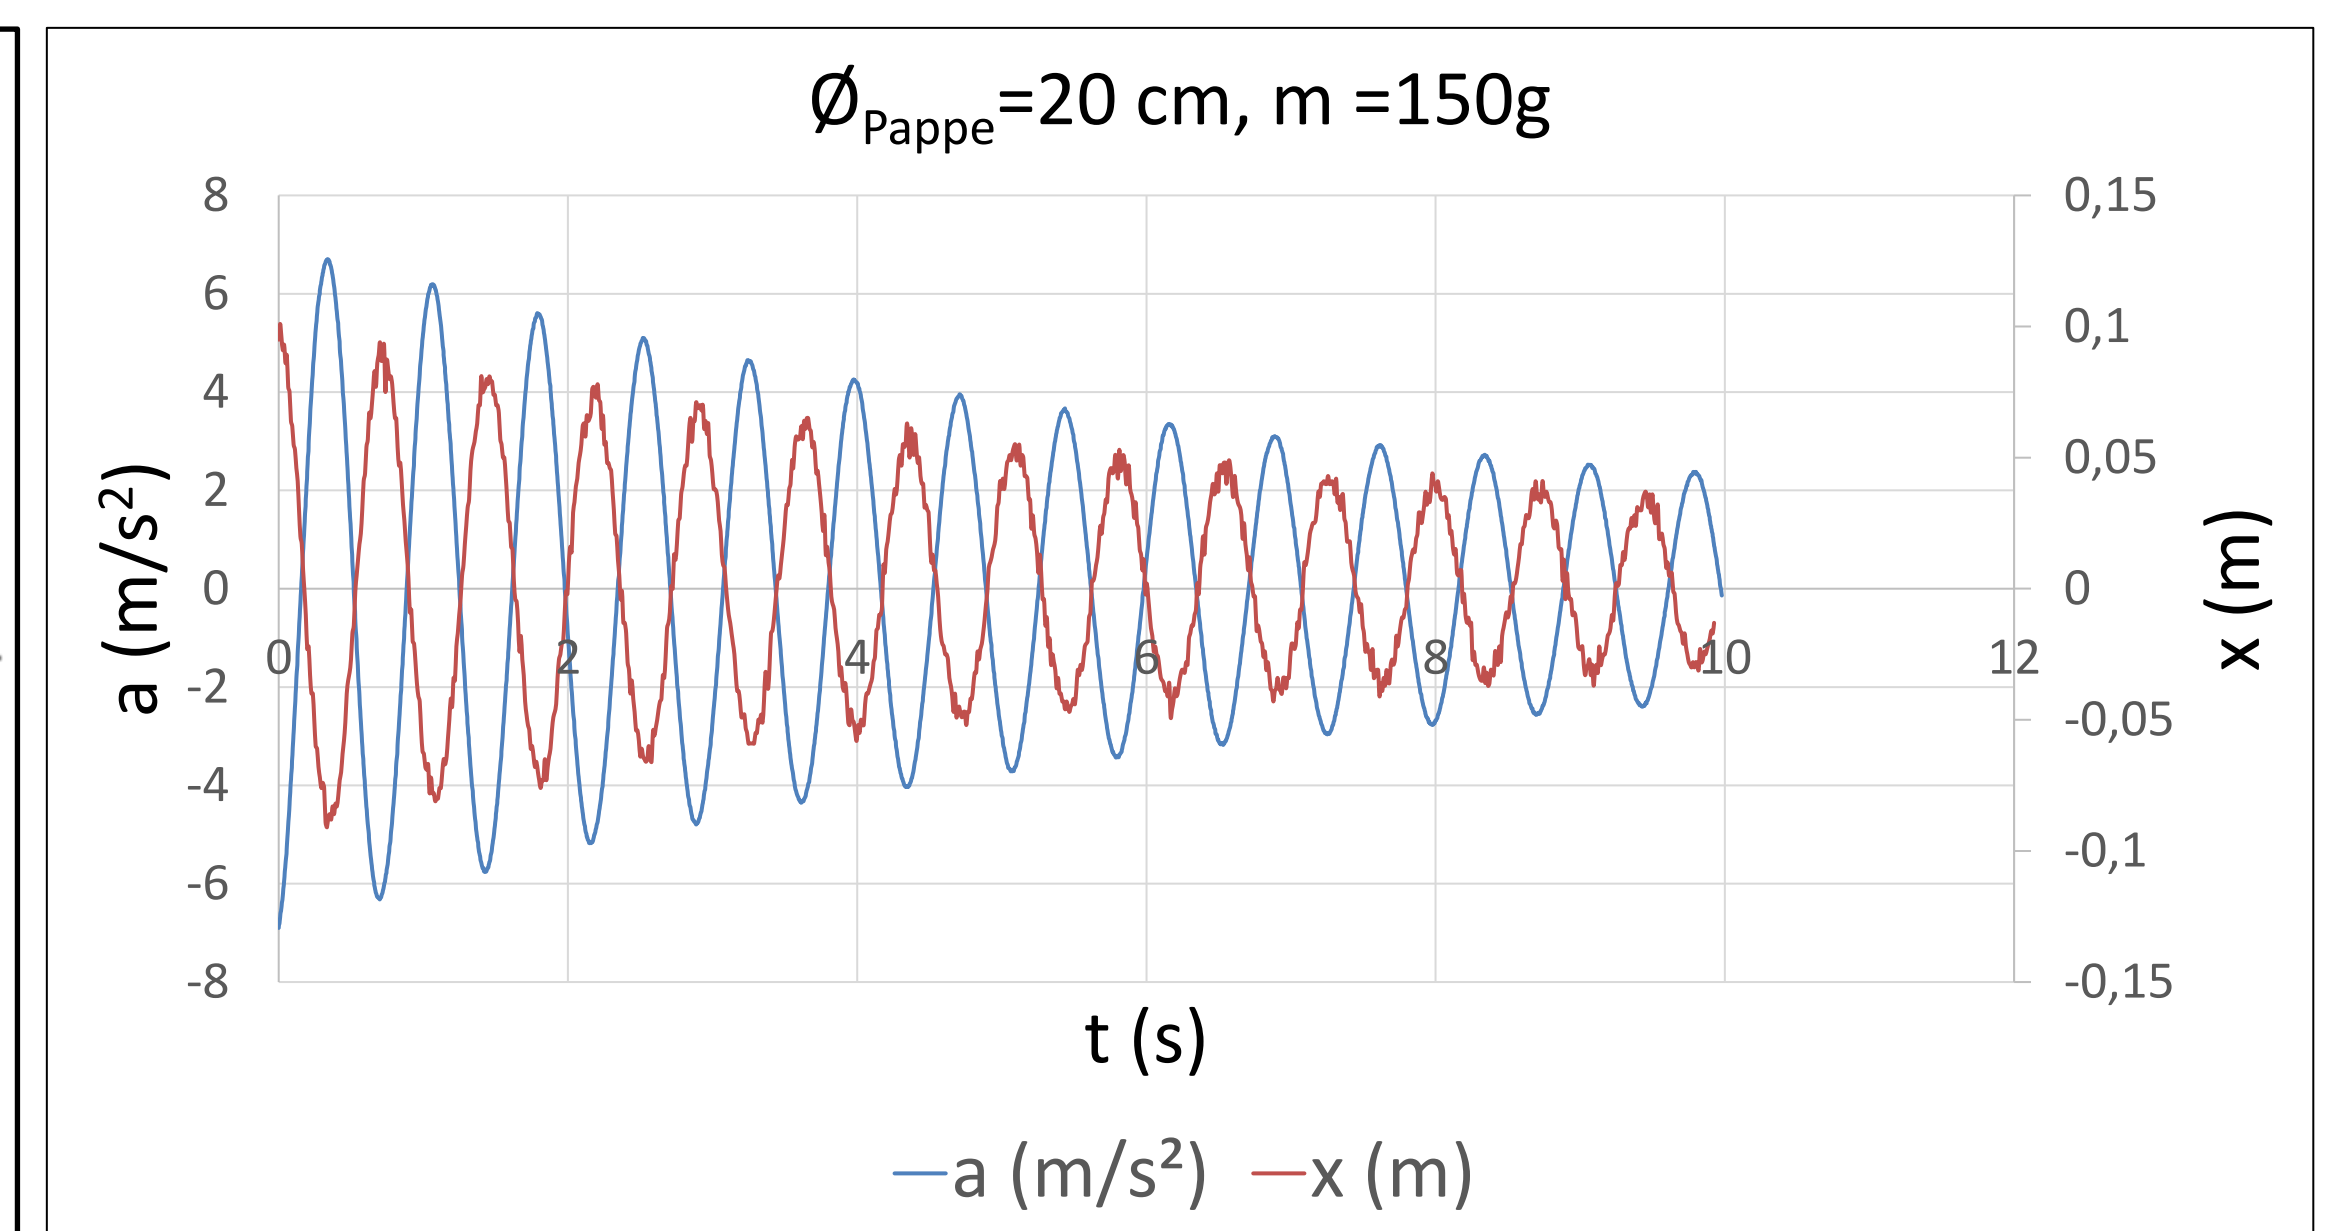

Abb. 1b: Messdaten für den Abstands- und Beschleunigungssensor, die zeitgleich mit der Sensorbox gemessen wurden
- Dies erlaubt den Studierenden den Vergleich der beiden Größen und die Visualisierung der zeitlichen Verschiebung der Maxima und Minima (in Abb. 1b am Bsp. einer runden Pappe mit $d = 20$ cm als Dämpfer und einer Pendelmasse von 150 g).
- Die Abb. 1b zeigt auch, dass die Beschleunigungsdaten weniger Rauschen als die Daten des Abstandssensors aufweisen.